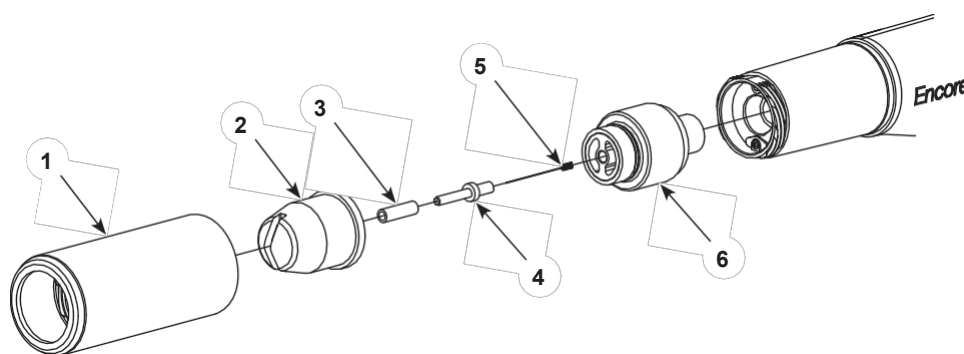

Figura 4-2 Limpieza de las boquillas de pulverización plana y angular de un
1. Véase la figura 4-2. Desenrosque la tuerca de la boquilla (1) en sentido antihorario.
2. Retire la tuerca de la boquilla (1) y la boquilla (2) de la pistola pulverizadora. Retire la boquilla de la tuerca y limpie ambas con aire comprimido a baja presión y paños limpios. Sustitúyalas si están desgastadas o dañadas.
4. Inspeccione el manguito de desgaste (3) y el soporte del electrodo (4). Si alguno de ellos está desgastado o dañado, sustitúyalos por el kit de soporte del electrodo de pulverización plana.
- a. Desatornille el soporte del electrodo y el manguito del conjunto del soporte del electrodo (6).
- a. Instale el nuevo manguito (3) sobre el nuevo soporte del electrodo (4).
- b. Instale el electrodo (5) en el nuevo soporte y, a continuación, atornille el soporte al conjunto de soporte del electrodo (6).
6. Instale la boquilla (2) en el soporte del electrodo (6) y, a continuación, atornille la tuerca de la boquilla (1) en el cuerpo de la pistola pulverizadora en sentido horario hasta que quede bien apretada con los dedos.